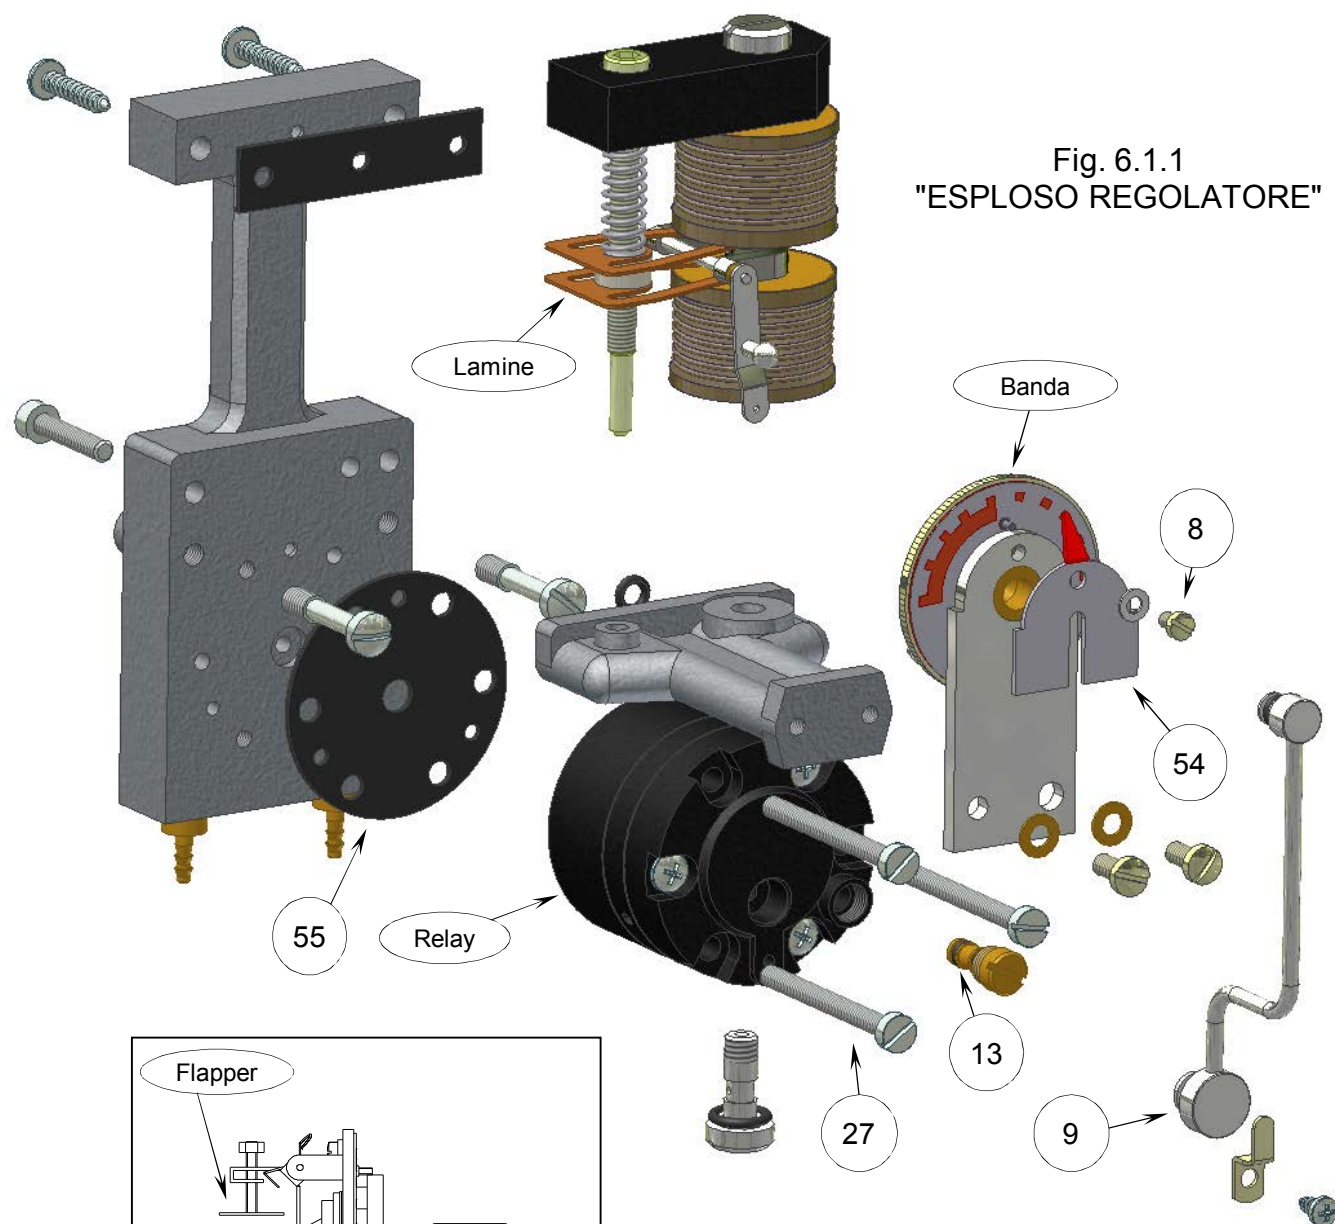
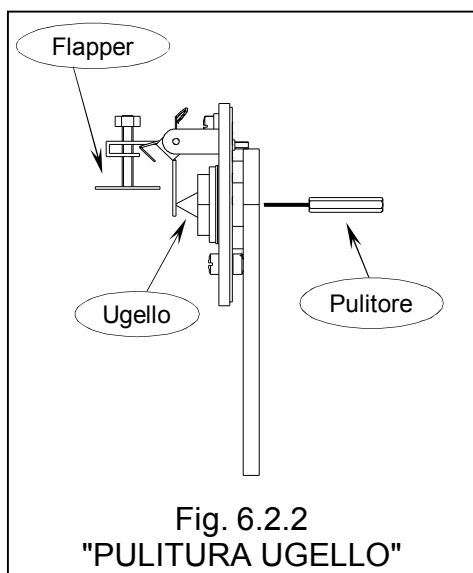

Fig. 6.1.1
Fig. 6.2.2
Rimuovere la vite (13) Fig. 6.1.1 e pulire, come in Fig. 6.1.2, tramite apposito pulitore posto sul coperchio all'interno dello strumento. Nel caso in cui la strozzatura fosse particolarmente ostruita l'operazione di pulizia potrà essere integrata da un bagno in trielina e da una successiva soffiatura con aria compressa. Prima di rimontare la vite (13) lubrificare gli O-Ring di tenuta con un velo di grasso al silicone.
Rimuovere la vite (8) Fig. 6.1.1 estrarre il quadrantino (54), il tubo (9) e pulire, come da Fig. 6.2.2, con l'apposito pulitore posto sul coperchio all'interno dello strumento. Durante questa operazione mantenere il flapper scostato dall'ugello, per evitare di scalfirlo. Prima di rimontare il tubo (9) lubrificare l'O-Ring di tenuta con un velo di grasso al silicone.
Relay	Fig. 6.1.1
Serie membrane Relay	(55) Fig. 6.1.1 / (31) e (35) Fig. 6.3.2
Gruppo banda proporzionale completa	Fig. 6.1.1
Lamine gruppo regolatore	Fig. 6.1.1
Serie O-Ring	Tubetto e Strozzatura Fig. 6.1.1